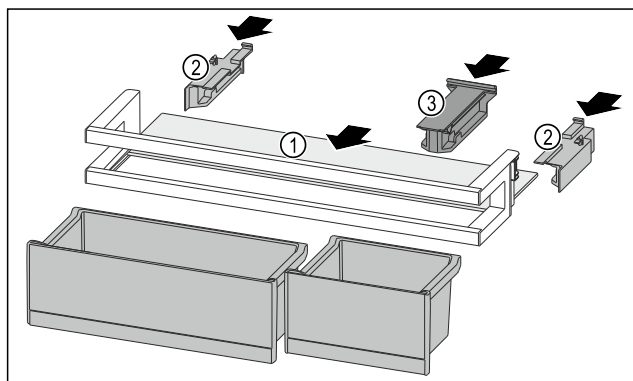

Fig. 91
- ▶ Împingeți în interior raftul Fig. 91 (1) în degajările laterale.
- ▶ Introduceți piesele laterale Fig. 91 (2).
- ▶ Introduceți piesa de susținere Fig. 91 (3).